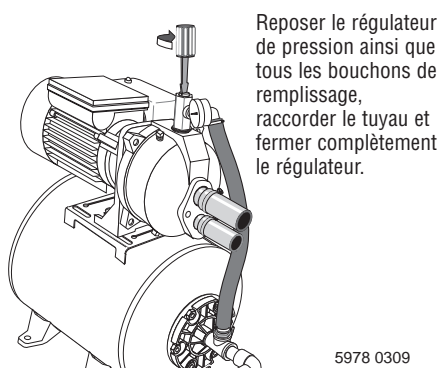

Figure 14 : Amorçage de la pompe
- 2 ° Reposer tous les bouchons de remplissage et fermer complètement le régulateur de pression (voir la Figure 14).